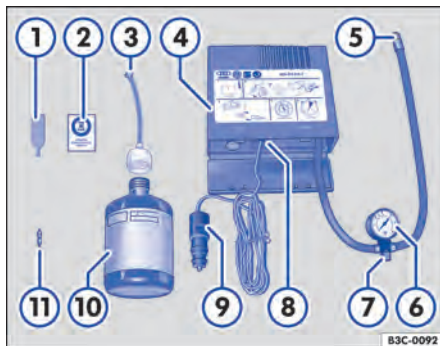

Fig. 169 Representação esquemática: componentes do kit de reparo dos pneus.
O kit de reparo dos pneus encontra-se no compartimento de bagagem sob o revestimento do assoalho. Ele é composto pelos seguintes componentes ⇒ Fig. 169:
11. Colar a etiqueta adesiva ⇒ Fig. 169 ② do kit de reparo dos pneus no campo visual do condutor no painel de instrumentos.
- Com a chave para remoção do elemento da válvula ⇒ Fig. 169 ①, desrosquear o elemento da válvula do pneu e colocá-lo sobre uma superfície limpa.
- Agitar a garrafa para enchimento dos pneus ⇒ Fig. 169 ⑩ algumas vezes com força.
- Rosquear a mangueira de enchimento ⇒ Fig. 169 ③ com firmeza no sentido horário sobre a garrafa para enchimento dos pneus. A película na tampa é perfurada automaticamente.
- Remover a vedação da tampa da mangueira de enchimento ⇒ Fig. 169 ③ e introduzir a extremidade aberta totalmente na válvula do pneu.
- Rosquear novamente o elemento da válvula com a chave para remoção do elemento da válvula ⇒ Fig. 169 ① na válvula do pneu.
- Rosquear a mangueira de enchimento dos pneus ⇒ Fig. 169 ⑤ do compressor de ar com firmeza na válvula do pneu.
- Verificar se o parafuso de sangria de ar ⇒ Fig. 169 ⑦ está fechado.
- Encaixar o conector do cabo ⇒ Fig. 169 ⑨ em uma tomada 12 V do veículo ⇒ Página 140.
- Ligar o compressor de ar com o interruptor LIGA-DESLIGA ⇒ Fig. 169 ⑧.
- Tempo de funcionamento máximo de 8 minutos** ⇒ ①.
Reconectar a mangueira de enchimento dos pneus ⇒ Fig. 169  e ler a pressão dos pneus no manômetro de pressão dos pneus .